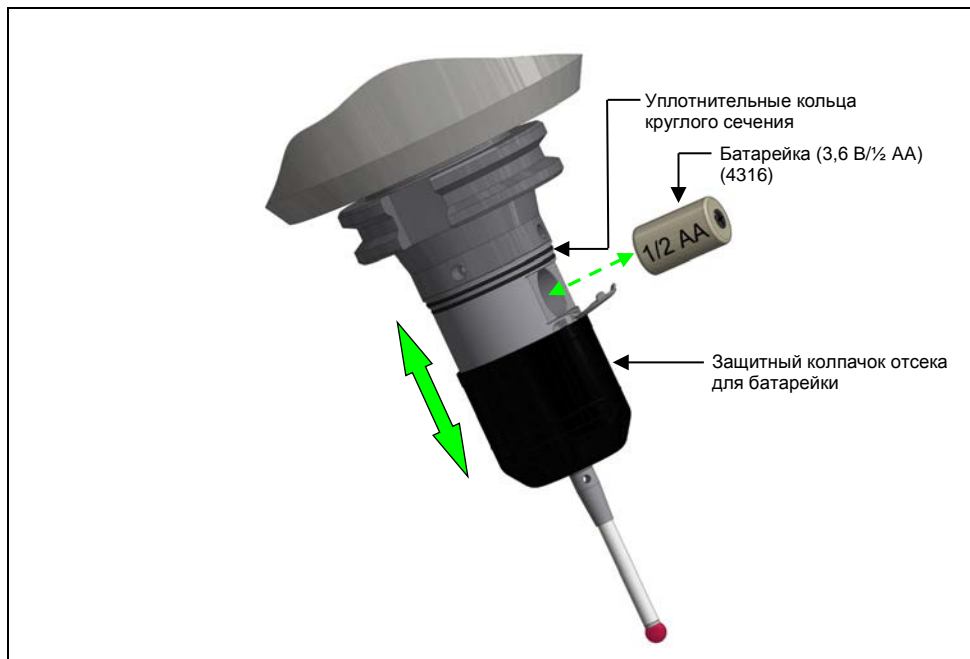

рис. 8 Замена батарейки
1. Сдвиньте защитный колпачок отсека для батарейки вниз (рис. 8).
2. Извлеките старую батарейку из отсека и вставьте новую (рис. 8).
3. Сдвиньте защитный колпачок отсека для батарейки вверх (рис. 8).